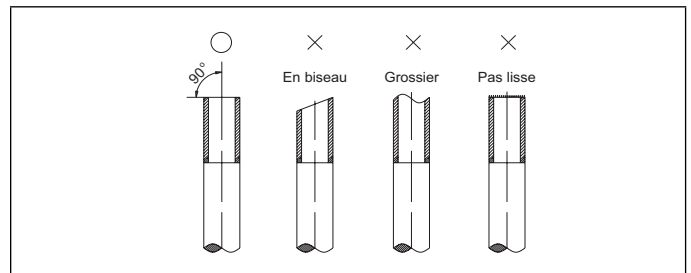

Figure 23. Coupe des tubes
4. Couper les conduites avec un coupe-tube. Les coupes doivent être plates et lisses comme illustrées à la « Figure 23. Coupe des tubes ».